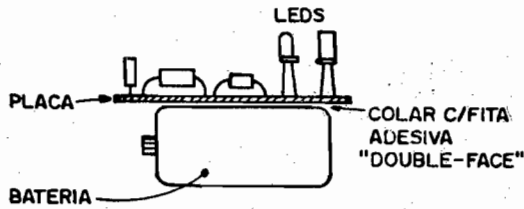
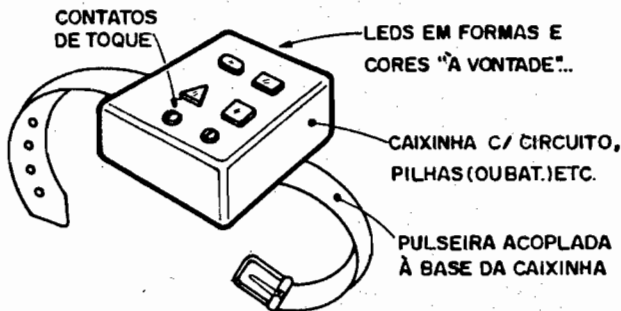

Fig.6
Fig.7
- FIG. 6 - COMPACTAÇÃO DO CONJUNTO - Para que o circuito e bateria possam mais fácil e elegantemente ser acoplados à pulseira, convém que o conjunto resulte tão compacto quanto possível... Uma solução prática e óbvia é fazer com que a plaquinha repouse sobre uma das laterais maiores da bateria, fixada através de um pedaço de fita adesiva tipo **double face** (colante em ambas as faces...). Tal método permitirá um "sandufche" bastante reduzido e - ao mesmo tempo - não tornará muito difícil a troca da bateria, quando necessário... A figura estiliza um perfil do conjunto, se tal solução for adotada.
- FIG. 7 - A PULSEIRA - Uma pulseira é... uma pulseira! Um "negócio" de se prender ao pul-
so, obviamente precisando de uma espécie de correia ou tira, como a utilizada para os relógios. A fig. 7 dá uma idéia de como a caixinha com o circuito/bateria/LEDs/contatos de toque pode ser fixada à uma tira de couro, plástico, tecido forte, etc., eventualmente dotada de uma fivela ou de fechos tipo "velcro", para a devida fixação... Muito provavelmente será mais fácil adaptar-se uma pulseira de relógio, de baixo custo, até dessas adquiríveis em camelôs, por af, simplesmente colando ou fixando com grampos a base da caixinha à região central da dita pulseira. Observem as sugestões quanto aos formatos múltiplos e variados dos LEDs e também a disposição dos contatos de toque (que podem - como já foi dito - ser improvisados a partir de simples "cabeças" de parafusos metálicos). Se as coisas forem organizadas e construídas com capricho, o dispositivo final poderá ficar do tamanho de metade de um maço de cigarros, já incluída a bateriazinha de 9V (ver fig. 6), a plaquinha do circuito, LEDs, contatos, etc. É tudo uma questão de buscar a miniaturização a cada passo da construção da PULSEIRA DE SUPER-HERÓI (PUSH). De qualquer modo, se o resultado final não ficar suficientemente pequeno para confortável "instalação" no pulso de uma criança, sempre será possível a adaptação